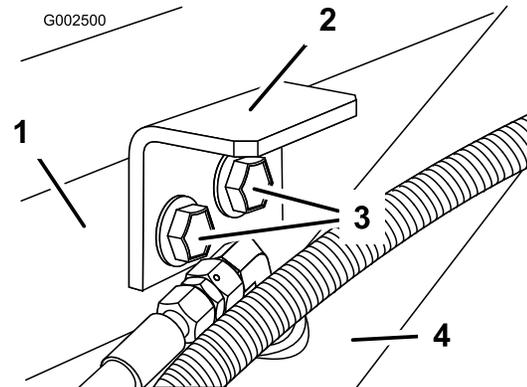

Figura 15
- Instale los soportes de sujeción del accesorio usando los dos pernos y tuercas con arandela prensada que retiró anteriormente (Figura 15).